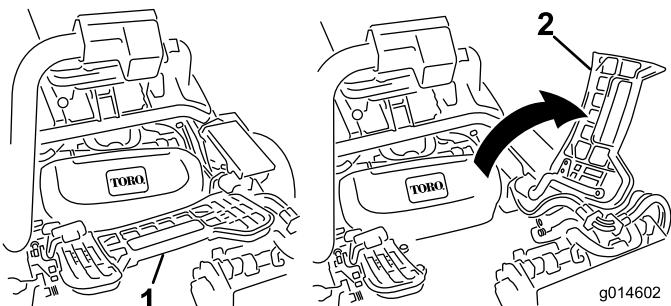

図12
7. 中央カッティングユニットを取り付ける時は、フットレストを跳ね上げて取り付け位置へのアクセスを確保する図12。